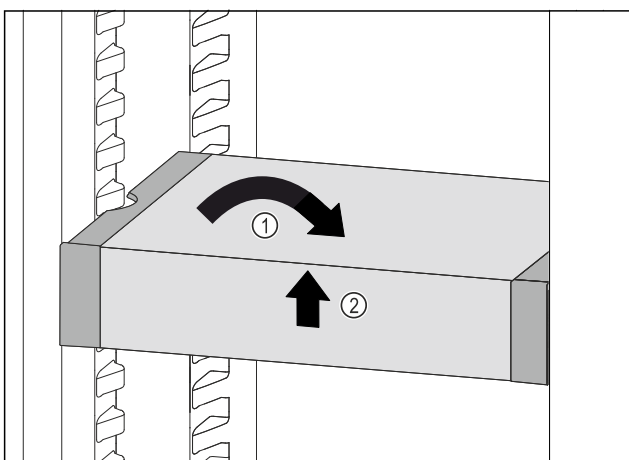

Fig. 64
- ▶ Установите VarioSafe прямо. Fig. 64 (1)
- ▶ Приподнимите VarioSafe спереди. Fig. 64 (2)